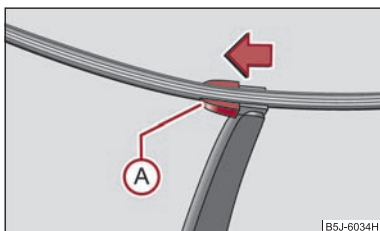

Fig. 45 Lamela ștergătorului lunetei
- Ridicați brațul ștergătorului de pe lunetă și poziționați lamela astfel încât să formeze un unghi drept cu brațul ștergătorului ⇒ fig. 45.
- Cu cealaltă mână deblocați siguranța (A) în sensul săgeții și scoateți lamela.